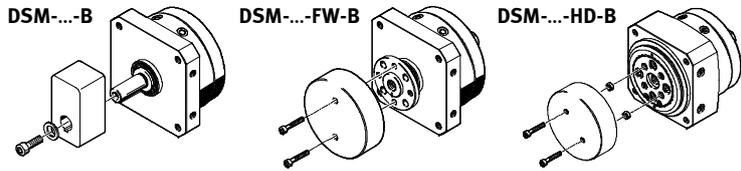

Fig. 9
- Empujar la masa móvil en el eje motriz de salida (árbol con pivote/eje embrizado/disco giratorio) (Fig. 9).